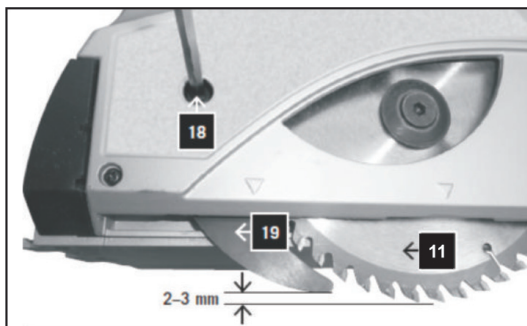

Рис. 7
При заглоблении пильного диска (поз. 11, Рис. 7) расклинватель (поз. 19, Рис. 7) заглобляется вместе с ним. При максимальном заглоблении пильного диска край расклинвателя должен не доходить до края диска 2-3 мм (Рис. 7).
- ослабить винт крепления расклинвателя (поз. 19, Рис. 7)
- зафиксировать расклинватель винтом (поз. 18, Рис. 7)